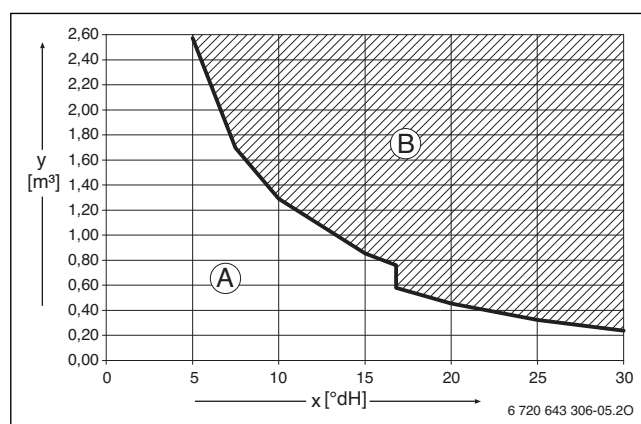

Рис. 11 Требования к воде для заполнения и подпитки, котлы < 5 кВт
- Заполняйте систему только чистой водопроводной водой (учитывайте диаграмму на рис. 11).
Диаграмма на рис. 11 предназначена для проверки допустимого количества воды для заполнения в зависимости от ее качества.
- Если фактически необходимое количество воды для заполнения системы больше, чем количество воды за срок службы (→ рис. 11), то требуется водоподготовка. При этом применяйте разрешённые фирмой Buderus химикаты, средства для водоподготовки и др.